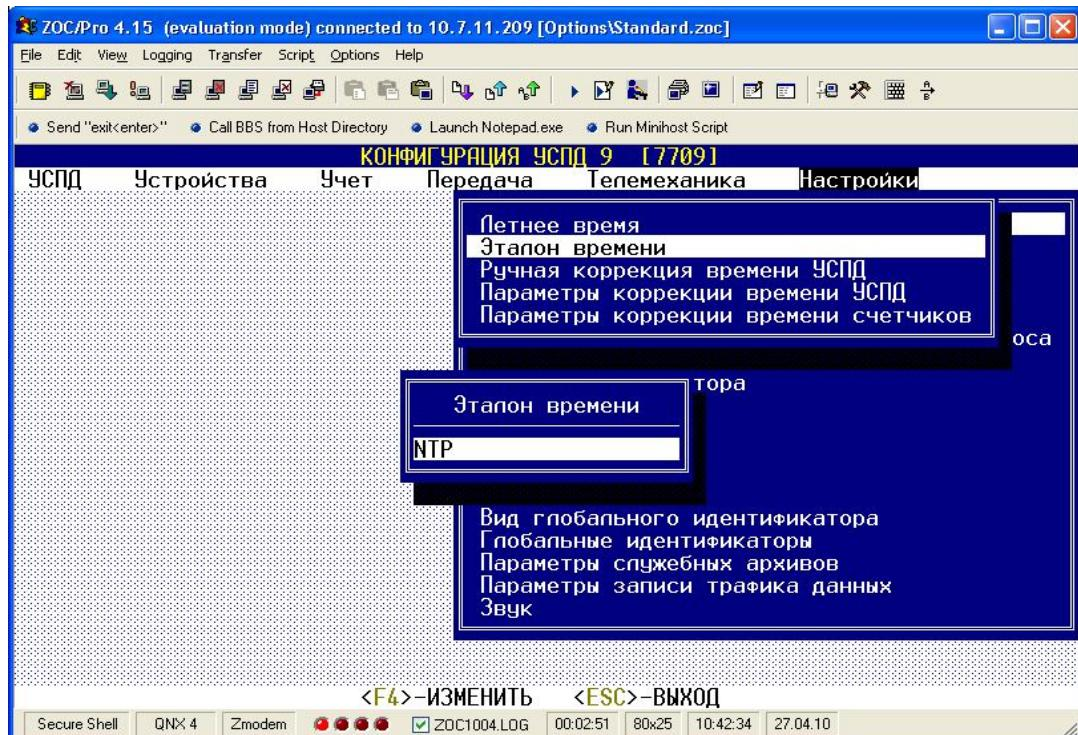

Рисунок 12
6.4.2.6. Перейти к окну «Конфигурация» =>«Справочники»=> «Эталон времени». Выбрать позицию «NTP» (рисунок 12).